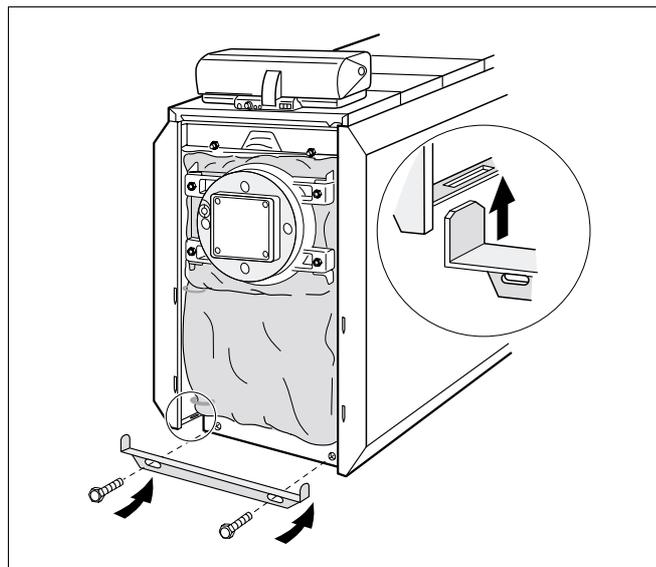

Fig. 21 Avvitare a fondo la traversa inferiore
- Infilare le linguette sporgenti della traversa inferiore negli intagli della piegatura dei pannelli laterali ed avvitare la traversa alla parete anteriore del corpo caldaia con 2 viti filettate (fig. 21).